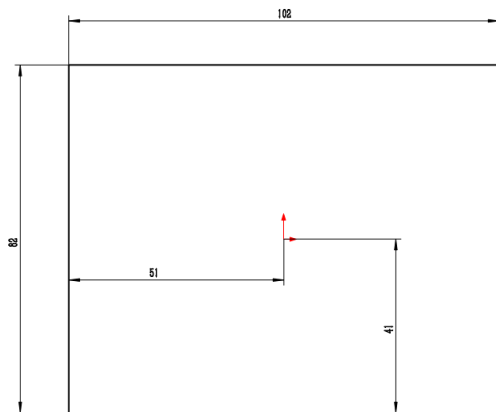

图 13-22 绘制草图对象
(1) 单击常用工具栏中的【新建】按钮，新建一个空白模型文件，更改绘图区背景颜色。
(2) 单击菜单栏中的【插入】|【钣金】|【基体法兰】命令，弹出【信息】属性管理器，选取前视基准面，进入草图绘制环境，绘制草图对象，如图 13-22 所示。